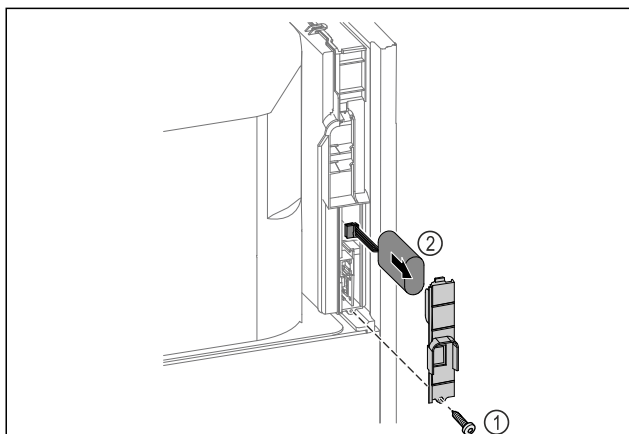

Fig. 254
- ▶ Dévisser la vis et retirer le couvercle situé à l'arrière de l'appareil Fig. 254 (1).
- ▶ Débrancher et retirer la batterie Fig. 254 (2).